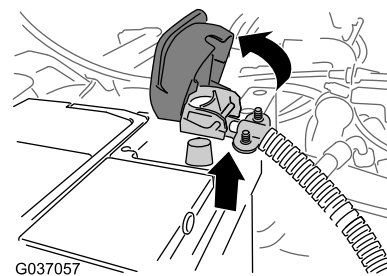

図 6
1. マイナスケーブルのカバーを持ち上げる 図 6。
2. バッテリーから、マイナスケーブルを外す 図 6。